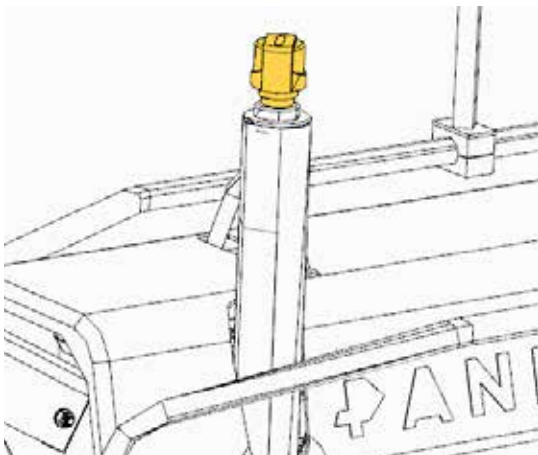

Fig 116. Position du filtre de mise à l'air du réservoir
- Filtre de mise à l'air du réservoir Fig 116